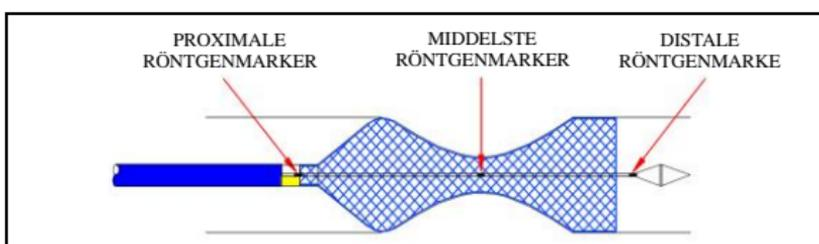

Afbeelding 4
- Wanneer de middelste röntgenmarker het midden van de doelstrictuur bereikt: trek de connector verder naar achteren totdat de stent volledig geplaatst is. (Zie afbeelding 4, 5)
- Wanneer de middelste röntgenmarker het midden van de doelstrictuur bereikt: duw de hub verder naar voren in de richting van de connector totdat de stent volledig geplaatst is. (Zie afbeelding 4, 6)